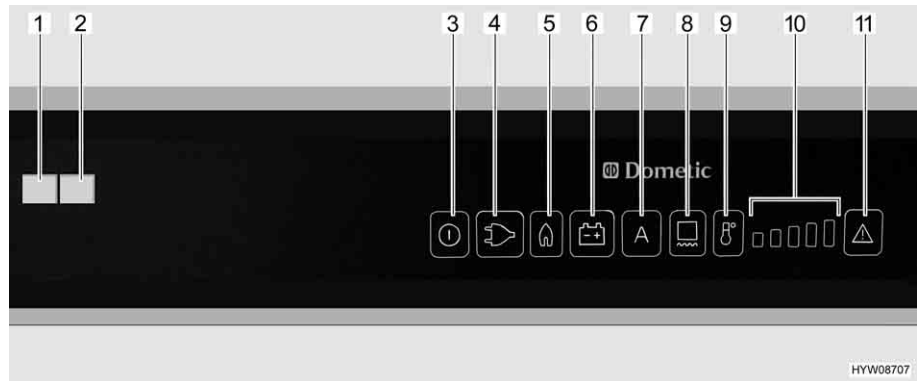

Bild 217 Reglage, knappar för kylskåpet (Dometic RMD)
När väljaren står på "AES", **ingen** 230 V-försörjning är ansluten och fordonsmotorn är **avstängd**, väljer AES gasdrift. När gasdriften väljs öppnas tändsäkringen automatiskt så att gas kan strömma till brännaren. Samtidigt tillkopplas den elektroniska tändaren. Om gaslågan skulle slockna, t. ex. på grund av att det blåser, aktiveras tändaren direkt igen och tänder gasen. Vid en störning under gasdrift blinkar ljusknapparna "Gas" (Bild 217,5) respektive "Störning" (Bild 217,11). Kontrollampan "Störning" (Bild 217,1) tänds och ett akustiskt larm ljuder i 20 sekunder.
När kylskåpet sätts på väljs automatiskt en termostatinställning i mittläge. Denna inställning kan ändras manuellt med knappen temperaturnivåval (Bild 217,9). Kontrolllamporna (Bild 217,10) visar den valda termostatinställningen. Med hjälp av knappen temperaturnivåval ställs kyltemperaturen in för alla tre energikällorna. Det tar alltid några timmar innan man har en normal drifttemperatur i kylskåpet. Om en omkoppling sker till ett andra driftläge förändras termostatinställningen inte. Kyltemperaturen bibehålls oberoende av den valda energikällan.
- Koppla in ramvärmen under 2 timmar: Tryck på knappen (Bild 217,8) en gång. En stapel i temperaturnivåvisningen (Bild 217,10) tänds.
- Koppla in ramvärmen under 5 timmar: Tryck på knappen (Bild 217,8) två gånger. Två staplar i temperaturnivåvisningen (Bild 217,10) tänds.
- Ställa in ramvärmen på kontinuerlig drift: Tryck på knappen (Bild 217,8) tre gånger. Tre staplar i temperaturnivåvisningen (Bild 217,10) tänds.
Temperaturnivåvisningen (Bild 217,10) visar under några sekunder ramvärmens driftslängd.
Vid höga utetemperaturer och hög luftfuktighet kan det bildas vattendroppar på metallramen. Därför har kylskåpet ramvärme för frysacket. Slå på ramvärmen med knappen (Bild 217,8) vid höga temperaturer och hög luftfuktighet. Detta förhindrar korrosion. När ramvärmen är påslagen tänds ljuslampan (Bild 217,8).
- Tryck på på/av-knappen (Bild 217,3) i cirka 2 sekunder. Kylskåpet slår på sig, den senast inställda energisorten eller "AES" indikeras.
- Ställ in kyltemperaturen med knappen temperaturnivåval (Bild 217,9). Kontrolllamporna (Bild 217,10) visar den valda termostatinställningen.
- Tryck på på/av-knappen (Bild 217,3) i cirka 2 sekunder. Kylskåpet slår från, inga indikatorer lyser längre.